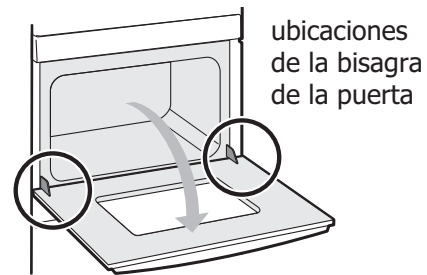

Figura 26: Ubicación de las bisagras
1. Abra completamente la puerta del horno dejándola horizontal con el piso (Figura 26).
3. Abra completamente la puerta del horno, dejándola horizontal en relación con el piso (Figura 26).